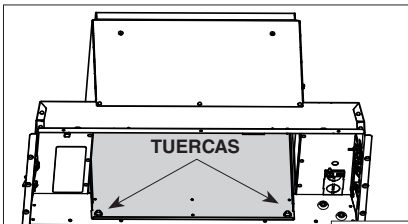

FIG. 19
8. Desde el interior del aparato, retire la placa trasera (en gris en FIG. 19) retirando las 2 tuercas usando un casquillo de 3/8 pulg. de diámetro. Poner las tuercas y la placa a un lado.